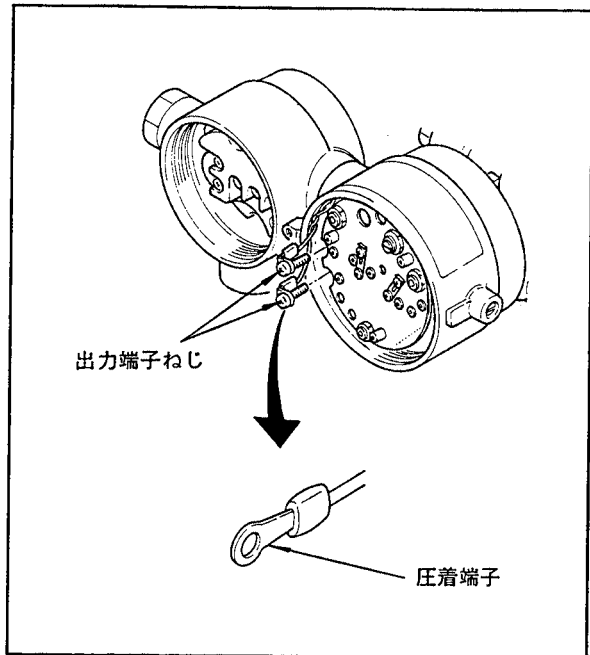

図6.7 リード線の取りはずし
- (1) 電源を切ります。
- (2) カバーを取りはずします。
- (3) プラスドライバで出力端子ねじをゆるめ、リード線ははずします。(図6.7参照)
6.5.4 プロセスコネクタガスケットの交換（図6.7